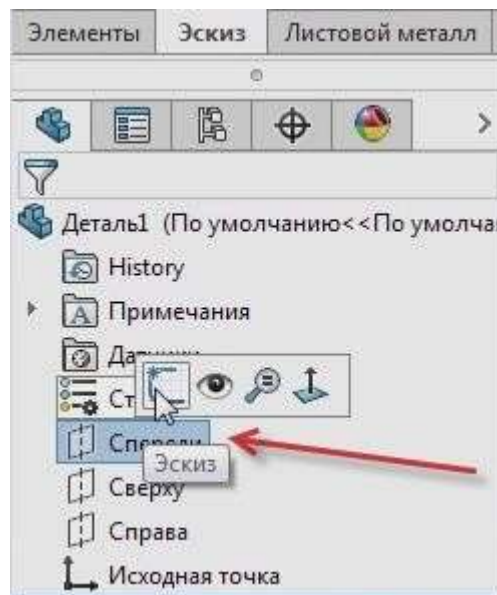

Рисунок 4.1
Отже, створюємо новий документ. Вибираємо деталь (Part) і натискаємо кнопку (OK). У вікні побудови деталі, вибираємо площину (Front), натискаємо на ній правою кнопкою миші і вибираємо (Sketch) (рис. 4.1). Так ми ввійдемо в побудову ескізу (Sketch).